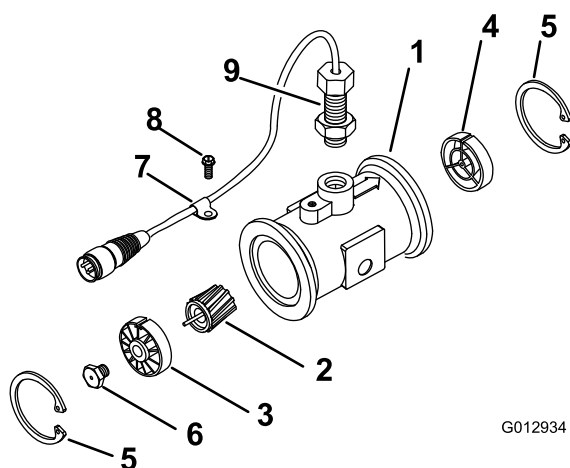

Bild 11
3. Entfernen Sie den Haltering an der vorgeschalteten Seite (Bild 11).